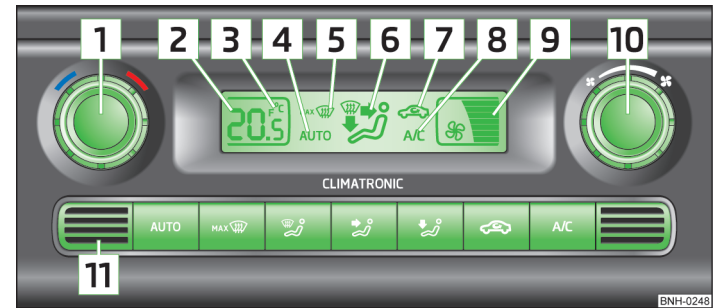

Abb. 80 Climatronic: Bedienungselemente
Den Innenraumtemperatursensor  » Abb. 80 nicht überkleben oder überdecken, sonst könnte die Climatronic ungünstig beeinflusst werden.
Im Display wird **AUTO** (Pos.  » Abb. 80 auf Seite 83) angezeigt.
Im Display wird das Symbol **A/C** (Pos.  » Abb. 80 auf Seite 83) angezeigt.
- Den Drehregler  » Abb. 80 auf Seite 83 nach links bzw. rechts drehen, um die Temperatur zu senken bzw. zu erhöhen.
Der eingestellte Temperaturwert wird im Display (Pos.  » Abb. 80 auf Seite 83) angezeigt.
Im Display erscheinen die Angaben in der gewünschten Temperatur-Maßeinheit (Pos.  » Abb. 80 auf Seite 83).
Im Display wird das Symbol  (Pos. 7 » Abb. 80 auf Seite 83) angezeigt.
› Den Drehregler 10 » Abb. 80 auf Seite 83 nach links bzw. rechts drehen, um die Gebläsedrehzahl zu senken bzw. zu erhöhen.
› Die Symboltaste  » Abb. 80 auf Seite 83 drücken.
Im Display wird das Symbol  (Pos. 5 » Abb. 80 auf Seite 83) angezeigt.